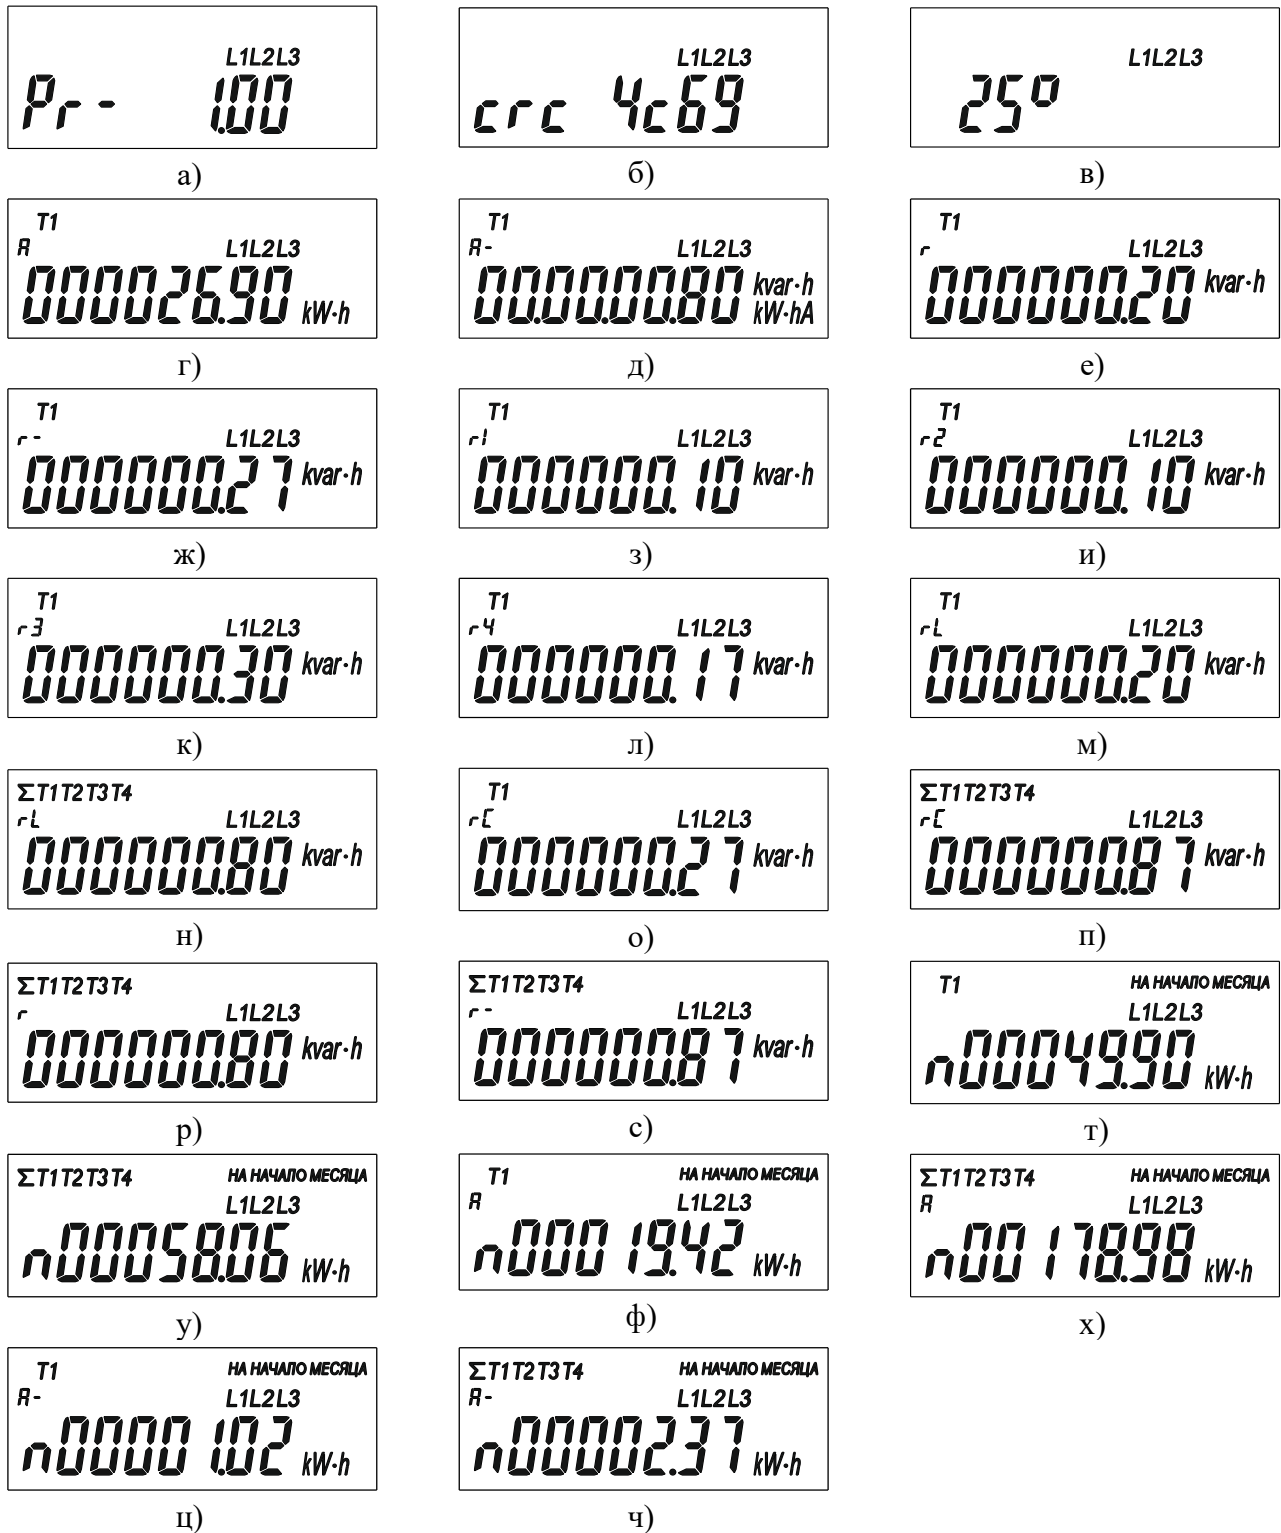

Рисунок 3.7 – Программируемые режимы индикации счетчика
– рисунок 3.7а - режим индикации, отображающий номер версии прошивки счетчика;
– рисунок 3.7б - значение контрольной суммы (*CRC*);
– рисунок 3.7в – температура измерительного чипа;
- рисунок 3.7г – активная потребленная энергия по тарифу (приведен пример индикации для тарифа 1);
- рисунок 3.7д – активная отпущенная энергия по тарифу (приведен пример индикации для тарифа 1);
- рисунок 3.7е – реактивная потребленная энергия по тарифу (приведен пример индикации для тарифа 1);
- рисунок 3.7ж – реактивная отпущенная энергия по тарифу (приведен пример индикации для тарифа 1);
- рисунок 3.7з – реактивная энергия в первом квадранте по тарифу (приведен пример индикации для тарифа 1);
- рисунок 3.7и – реактивная энергия во втором квадранте по тарифу (приведен пример индикации для тарифа 1);
- рисунок 3.7к – реактивная энергия в третьем квадранте по тарифу (приведен пример индикации для тарифа 1);
- рисунок 3.7л – реактивная энергия в четвертом квадранте по тарифу (приведен пример индикации для тарифа 1);
- рисунок 3.7м – индуктивная реактивная энергия (арифметическая сумма модулей значений реактивной энергии по квадрантам $|R1|+|R3|$) по тарифу (приведен пример индикации для тарифа 1);
- рисунок 3.7н – суммарная индуктивная реактивная энергия (арифметическая сумма модулей значений реактивной энергии по квадрантам $|R1|+|R3|$) потребленная нагрузкой по задействованным тарифам;
- рисунок 3.7о – емкостная реактивная энергия (арифметическая сумма модулей значений реактивной энергии по квадрантам $|R2|+|R4|$) потребленная по тарифу (приведен пример индикации для тарифа 1);
- рисунок 3.7п – суммарная емкостная реактивная энергия (арифметическая сумма модулей значений реактивной энергии по квадрантам $|R2|+|R4|$) потребленная по задействованным тарифам;
- рисунок 3.7р – суммарная реактивная потребленная энергия по всем задействованным тарифам;
- рисунок 3.7с – суммарная реактивная отпущенная энергия по всем задействованным тарифам;
- рисунок 3.7т – активная энергия за месяц по тарифу (приведен пример индикации для тарифа 1);
- рисунок 3.7у – суммарная активная энергия за месяц по всем задействованным тарифам;
- рисунок 3.7ф – активная потребленная энергия за месяц по тарифу (приведен пример индикации для тарифа 1);
- рисунок 3.7х – суммарная активная потребленная энергия за месяц по всем задействованным тарифам;
- рисунок 3.7ц – активная отпущенная энергия за месяц по тарифу (приведен пример индикации для тарифа 1);
- рисунок 3.7ч – суммарная активная отпущенная энергия за месяц по всем задействованным тарифам;